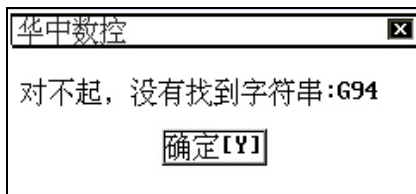

图 5.2.2 提示找不到字符串
- (2) 在“查找”栏输入要查找的字符串；
- (3) 按 **Enter** 键，从光标处开始向程序结尾搜索；
- (4) 如果当前编辑程序不存在要查找的字符串，将弹出如图 5.2.2 所示的对话框；
(4) 在“用来替换的字符串”栏输入用来替换的字符串；
(5) 按 **Enter** 键，从光标处开始向程序尾搜索；
(6) 如果当前编辑程序不存在被替换的字符串，将弹出如图 5.2.2 所示的对话框；